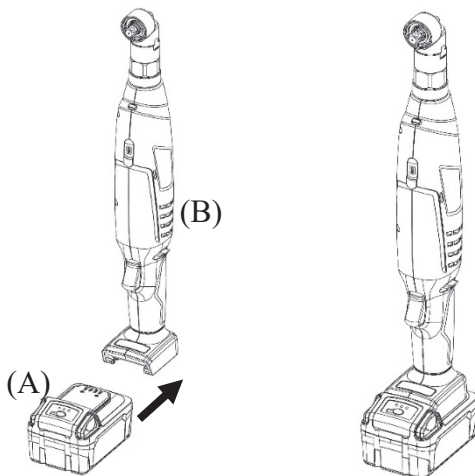

Figure 1
POUR INSTALLER LA BATTERIE: Poussez la batterie (A) sur l'outil (B) jusqu'à ce qu'elle se verrouille en place. (voir Fig.1)
POUR RETIRER LA BATTERIE: Appuyez sur le bouton de déverrouillage latéral de la batterie et retirez la batterie (A) de l'outil (B). (voir figure 1)